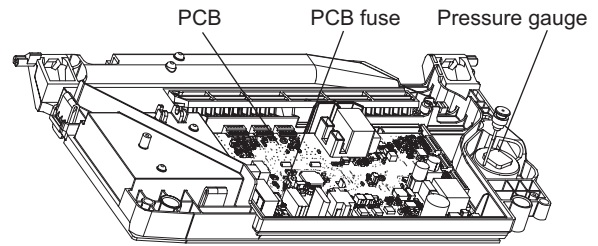

Fig. 7.1
7.7 FUSE - Fig. 7.1
7.8 PCB - Fig. 7.1
7.12 PRESSURE GAUGE - Fig. 7.1